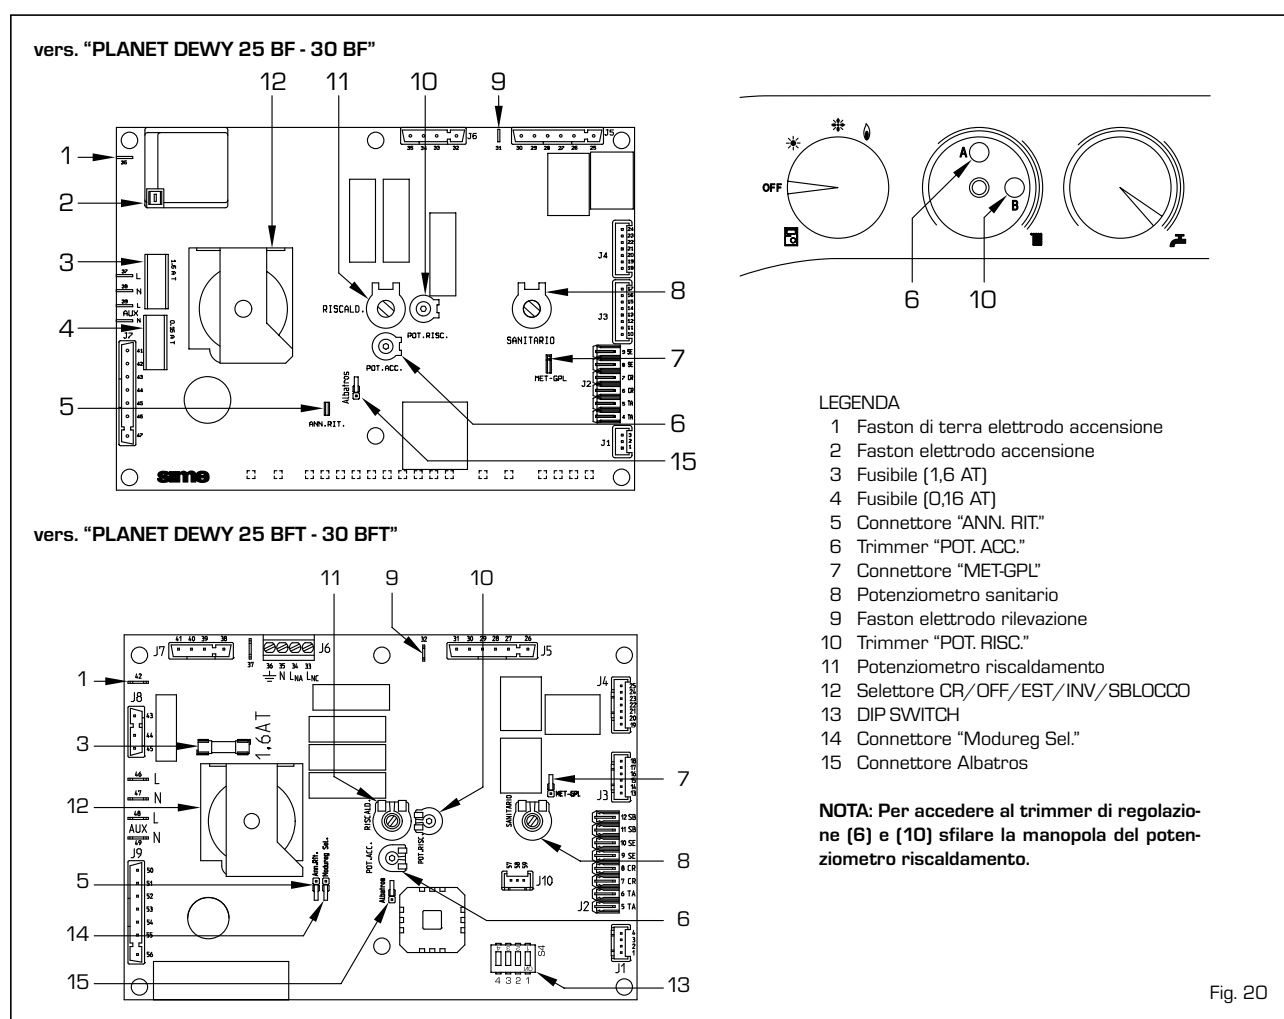

Fig. 20
– **Trimmer "POT. RISC."** (10 fig. 20)
– **Trimmer "POT. ACC."** (6 fig. 20)
– **Connettore "MET-GPL"** (7 fig. 20)
– **Connettore "ANN. RIT."** (5 fig. 20)
– **DIP SWITCH** (13 fig. 20)
– **Connettore Modureg Sel.** (14 fig. 20)
– **Connettore "Albatros"** (15 fig. 20)
Per effettuare la regolazione della potenza riscaldamento, modificando la taratura di fabbrica il cui valore di potenza è intorno ai 17 kW, occorre operare con un cacciavite sul trimmer potenza riscaldamento (10 fig. 20). Per aumentare la pressione di lavoro ruotare il trimmer in senso orario, per diminuire la pressione ruotare il trimmer in senso antiorario.